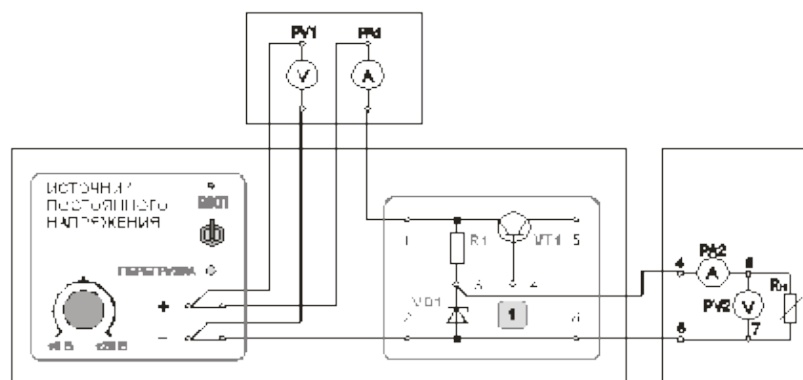

Рис.1 Схема для исследования параметрического стабилизатора
1. Собрать схему для исследования согласно Рис.1.